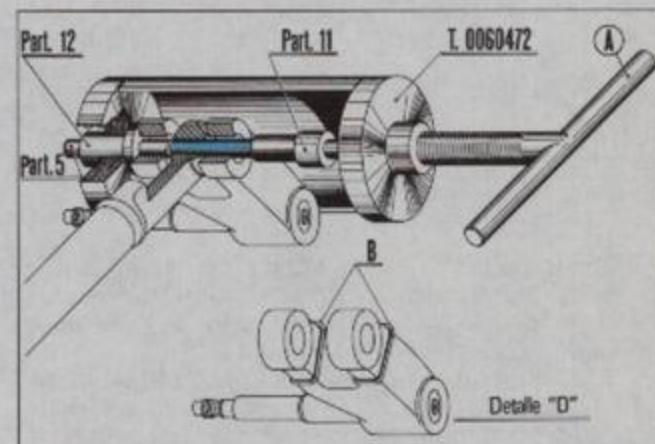
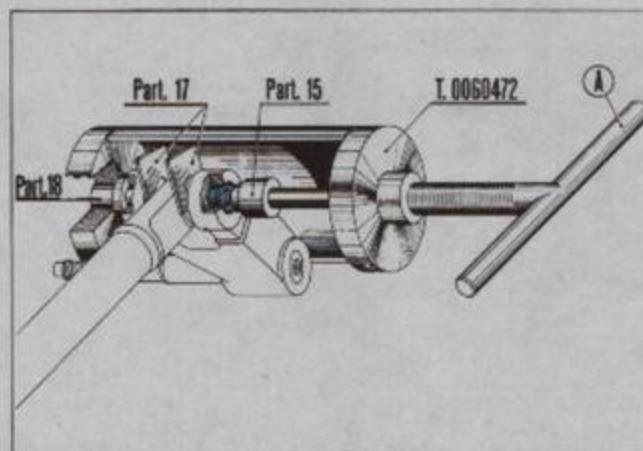

Fig. 63
Fig. 65
Montaje eje (Fig. 63).
Nota.—Antes de efectuar la conexión sobre dicha montar los dos anillos guardapolvo «B» sobre el buje oscilante como en el detalle «D» (Fig. 63).
- Quitar del útil T. 0060472 el particular 5 (de guía), parcialmente expulsado en la presente fase de montaje del perno (Fig. 63), dejando siempre instalado el particular 12.
Posición final cojinetes de agujas «NADELLA» sobre el perno (extremidad eje a tope con el fondo interno de los «NADELLA») (Ver Fig. 65).
— Quitar entonces los dos distanciadores (particular 17, fig. 65), y después de haber llenado completamente con grasa (1) el espacio comprendido entre los «NADELLA» - tubo de dirección y buje oscilante, desplazar los anillos guardapolvo «B» (Fig. 63) hasta colocarlos en el antedicho espacio.